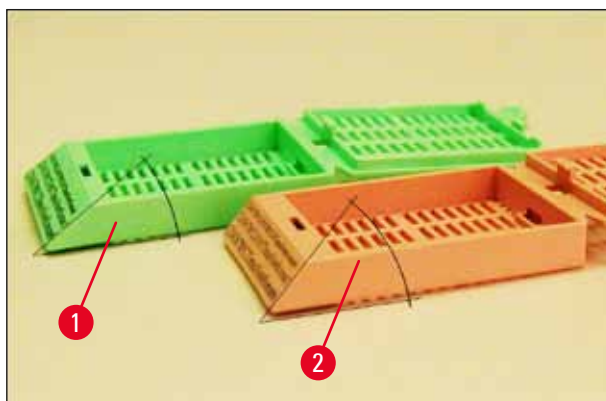

Fig. 8
- L'angolo (→ "Fig. 8"), misurato dal fondo, può essere di 35° (→ "Fig. 8-1") o 45° (→ "Fig. 8-2").